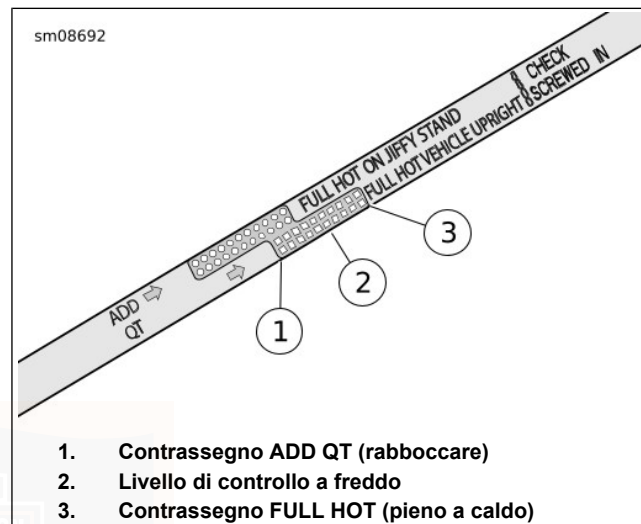

Figura 64. Astina di livello dell'olio motore (lato VEHICLE UPRIGHT)
- e. Vedere Figura 64. Controllare il livello dell'olio. Il corretto livello dell'olio a freddo si trova a metà (2) fra i contrassegni ADD QT (rabboccare) (1) e FULL HOT (pieno a caldo) (3) sull'astina di livello.
5. Controllare il livello dell'olio. Aggiungere una quantità di olio sufficiente perché il livello sia a metà tra ADD QT (1) (rabboccare) e FULL HOT (pieno a caldo) (3).
- e. Vedere Figura 64. Controllare il livello dell'olio. Il livello dell'olio deve vedersi tra i contrassegni ADD QT e FULL HOT sull'astina di livello.